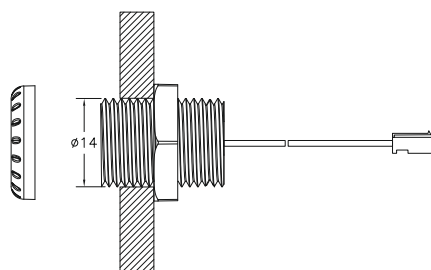
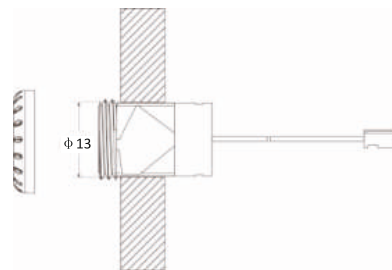

Fig.1
Fig.2
- Jak przedstawiono na rysunkach powyżej należy przygotować w miejscu montażu otwory o średnicy 14mm dla (Fig.1) i 13mm dla (Fig.2). Zamontuj czujnik podczerwieni z lewej strony a następnie połącz się z kontrolerem.